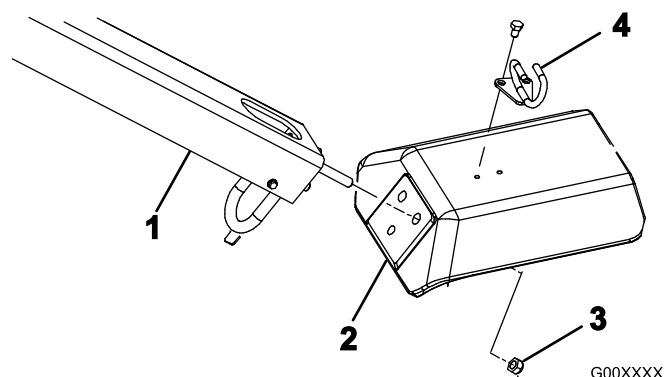

Bild 4
2. Setzen Sie die Befestigungsbolzen für den Griff in die Löcher in der Gabel ein (Bild 4).
3. Befestigen Sie die Griffbolzen mit drei (1/2 Zoll) Sicherungsmuttern an der Gabel (Bild 4).
5. Befestigen Sie die Kabelführung mit zwei (5/16 x 1/2 Zoll) Kopfschrauben an der Gabel (Bild 4).